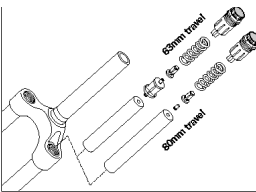

Fig. 2
- 2. Retirez l'ensemble de pile de ressorts (capuchon supérieur, ressort hélicoïdal, réglageur de tension de ressorts, écarteur et MCU). Voir Fig. 2.